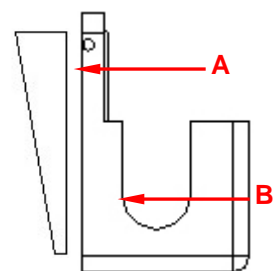
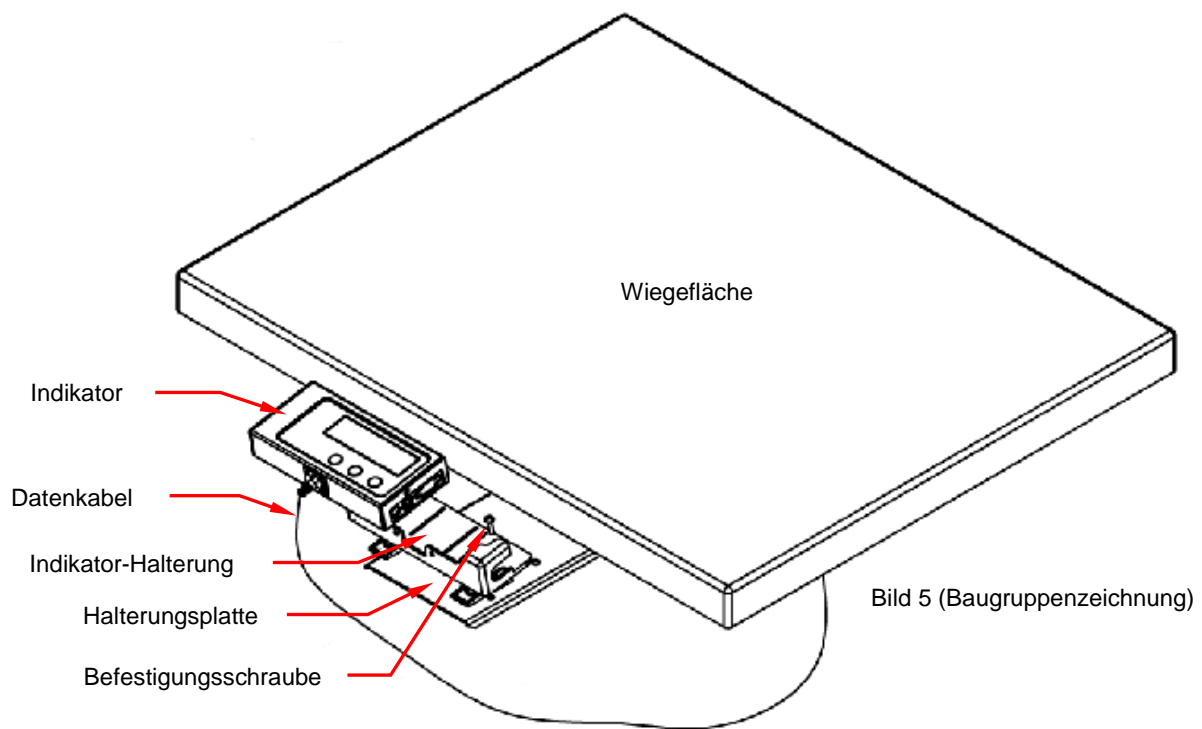

Bild 4 (Abstandshalter + Indikatorhalterung)
Bild 5 (Baugruppenzeichnung)
- 3) Befestigen Sie die keilförmigen Abstandshalter (Bild4, Pos. A) an der Rückseite der Indikatorhalterung.
- 4) Befestigen Sie die Indikatorhalterung entsprechend Bild 4, Pos. B und Bild 5 auf die Halterungsplatte an der Waage.